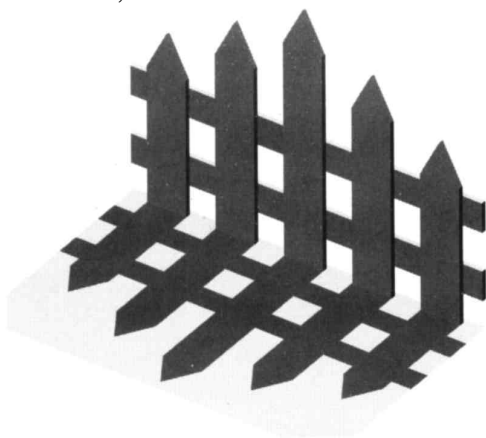

图 7-29
- Volumetric Shadows (体积阴影) 这种渲染产生阴影的名称来自于AutoCAD用于计算阴影轮廓的技术。如图 7-29所示, 这类阴影具有一个明显(硬)的边缘, 另外, 由半透明对象产生的阴影的颜色受对象本身颜色的